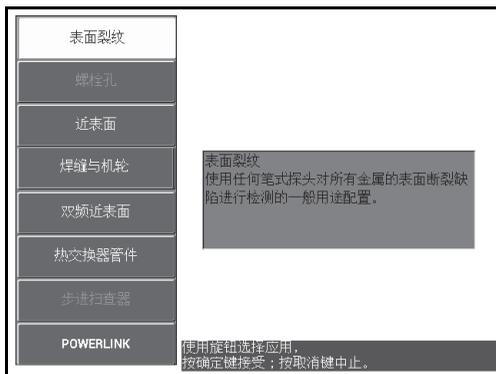

图 5-54 表面裂纹
2. 按一下高级设置菜单键（），然后选择**应用选择**（功能键 A），打开应用选择菜单。使用旋钮选择**表面裂纹**，然后按确定键（）接受（参见第 156 页的图 5-54）。